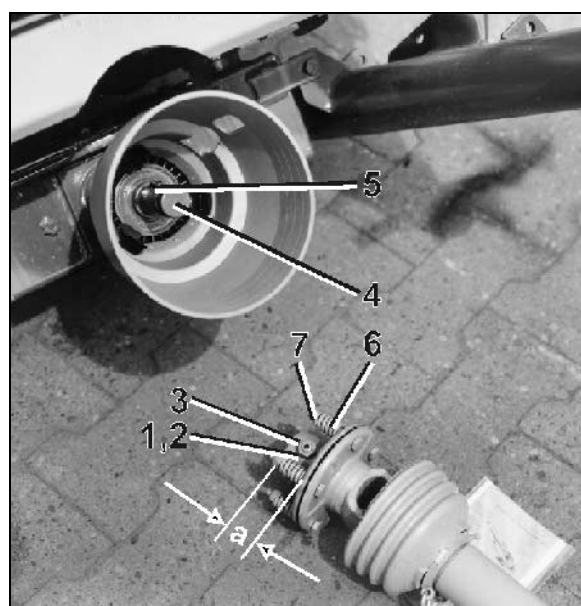

Fig. 77
2. Avlasta fjädrarna (Fig. 77/6) genom att lossa muttrarna (Fig. 77/7).